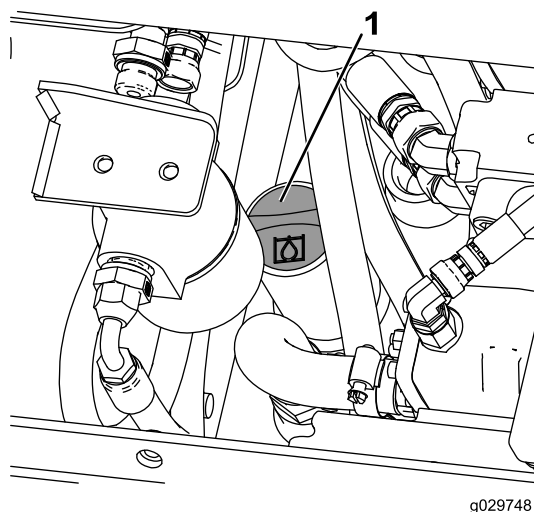

Figura 70
7. Curățați zona din jurul buonului rezervorului de ulei hidraulic (Figura 70).